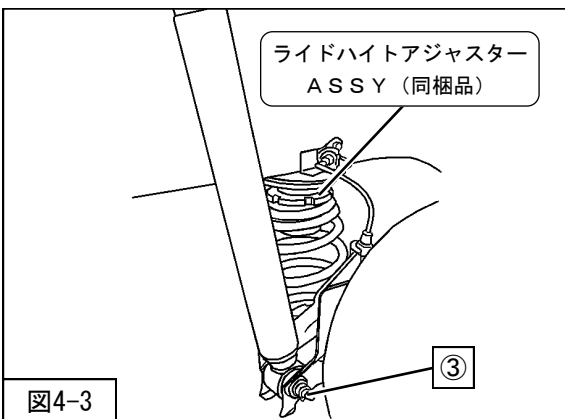

図4-3
を車両に取付けてください。（図4-3）
5. ③リアショックアブソーバASSYロア取付ボルト・ナット（締付トルク：54N・m）を取付けてください。（図4-3）